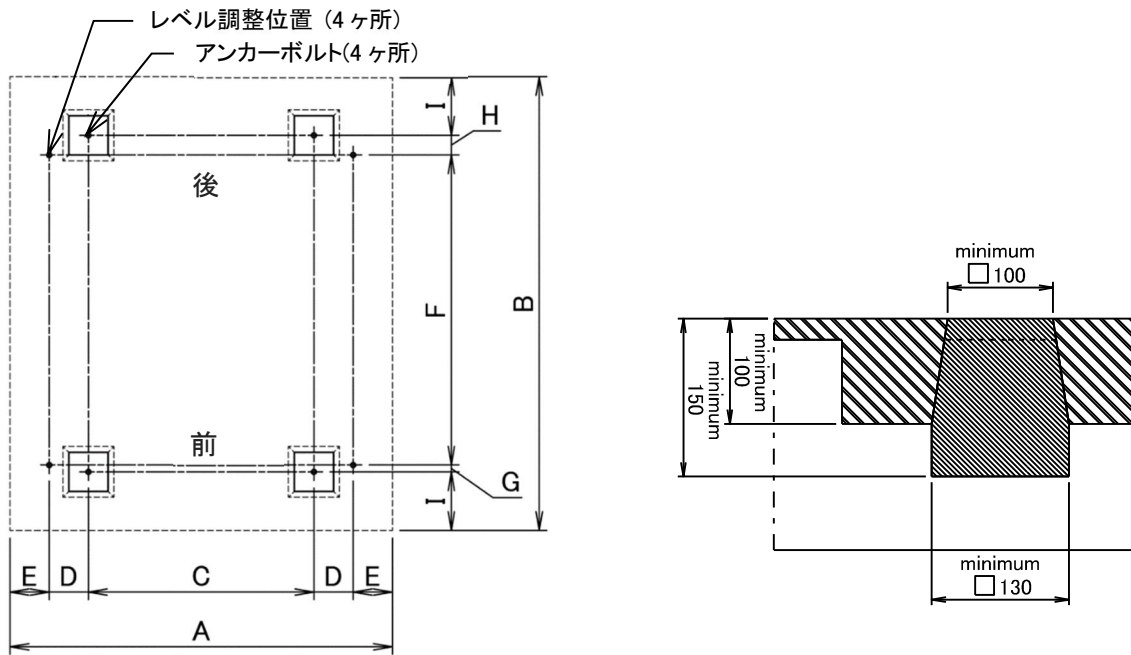

図 4-2
- 1) 機械の据付は、床荷重に耐えられるコンクリートの水平かつ凹凸の無い床に、（図 4-2）の示す位置に、相対的に段差が無く、水平な 4ヶ所のコンクリート基礎を施工してください。
- 2) コンクリート床自身が十分な強度、完全に平らでかつ水平、十分な厚みがあるならば（図 4-2）に示す基礎工事を省くことができます。